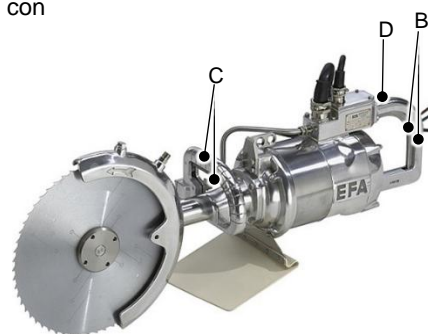

Fig. 6.2: Accionamiento del interruptor
**EFA SK 40 E** – *ver fig. 6.2* –